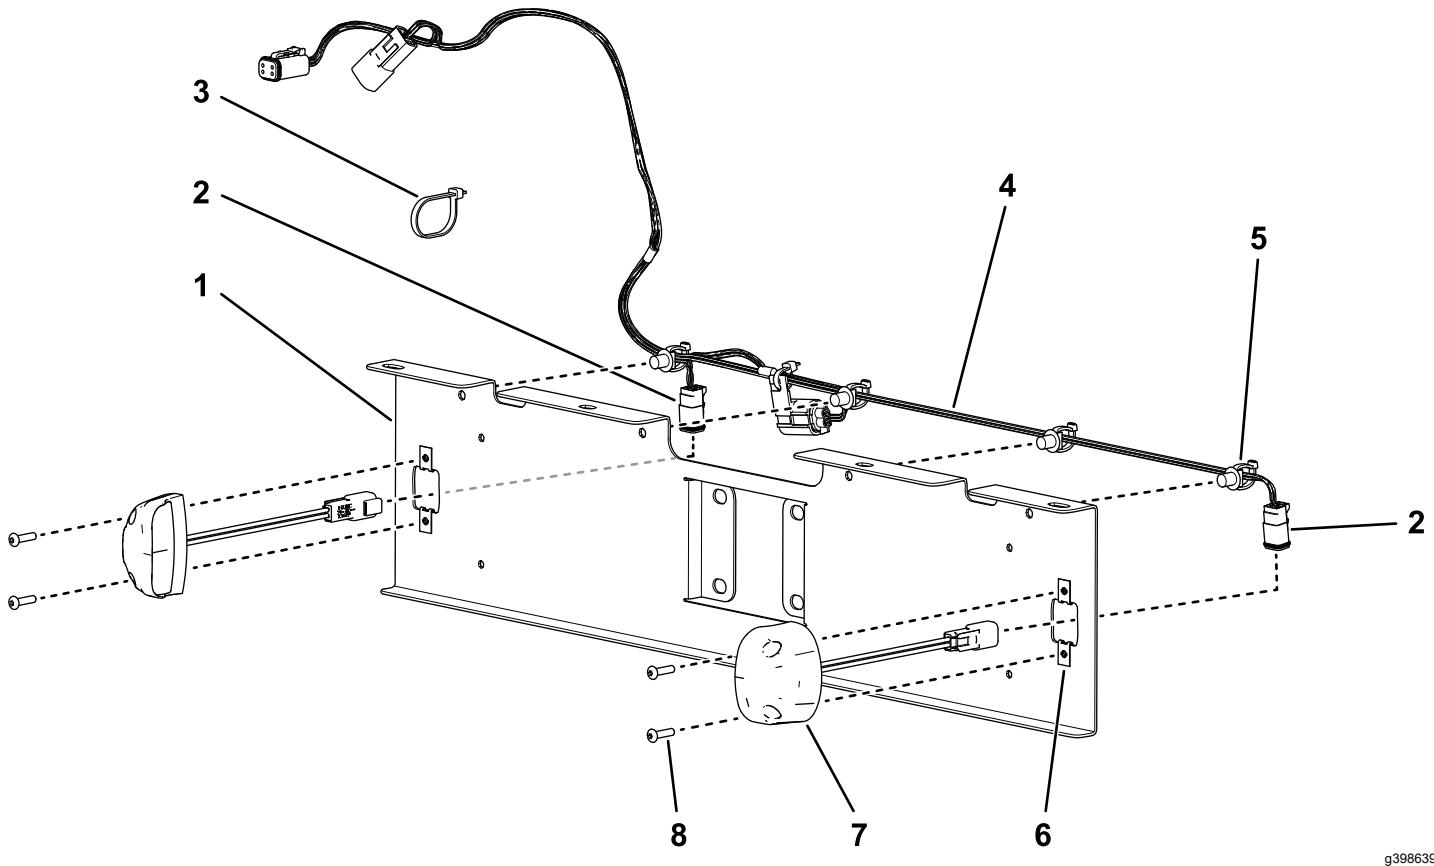

Bild 1
1. Verlegen Sie den Kabelbaum des Nummernschildes oben entlang der Nummernschildhalterung, wobei die zwei großen Anschlüsse und die Sicherung auf der linken Seite sein sollten (Bild 1).
2. Drücken Sie die vier Eindrückbefestigungen auf dem Kabelbaum in die entsprechenden Löcher in der Halterung, um den Kabelbaum an der Nummernschildhalterung zu befestigen (Bild 1).
3. Verlegen Sie die Lichtanschlüsse des Nummernschildes durch die großen Löcher an jedem Ende der Halterung und schließen Sie sie an die beiden Nummernschildlampen an (Bild 1).
4. Befestigen Sie die Lampen mit vier Sechskantschrauben (Gr. 10 x 1") und vier Clipmuttern an der Halterung, wie in Bild 1 dargestellt.